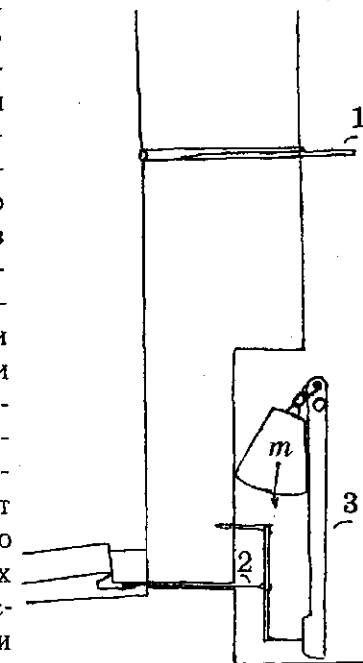

Рис. 34.
капкан с дугами, то травма от капкана будет существенно более тяжелая. Такая ловушка даже может протащить человека несколько метров по земле (лезвиям) или даже поднять его в воздух. Энергию падающего груза способны использовать даже метательные ловушки. Где-то в семидесятых годах XX века в одном из советских журналов появилась статья «Смерть ждала 2000 лет». Героем этой статьи (правда, посмертно) стал один из любителей побродить в подземельях египетских гробниц – он был убит стрелой. К сожалению самое интересное: как устроен самострел, и каким ядом была отравлена стрела, в этой статье написано не было. В своей работе я могу описать лишь свой вариант метательной ловушки пригодной для охраны вечного сна фараонов (рис. 34). Стрела (1), скорее всего, была цельнометаллическая (медная), как и проволочные тяжи (2) (или цепь), а так же бьющая по стреле доска (3). Возможен и пневматический вариант той же ловушки. Его конструкция может повторять древнее оружие одного из угро-финских племен живших на территории современной России. Хотя пневматика даже если и была известна - вряд ли применялась в подземельях, из-за со-